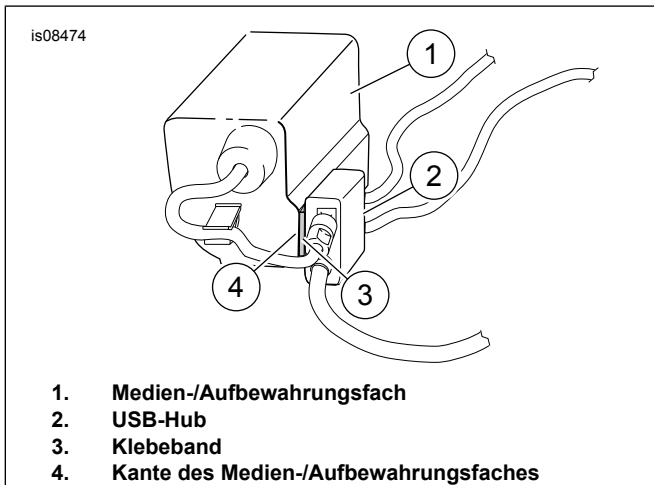

Abbildung 3. Einbau des USB-Hubs
5. USB-Hub (1, Abbildung 3 ) so ansetzen, dass es sich an der Kante des Medien-/Aufbewahrungsfachs (4) befindet. Wie dargestellt. Montagefläche mit einer Mischung von 50–70 % Isopropylalkohol und 30–50 % destilliertem Wasser reinigen. Vollständig trocknen lassen. Den Papierschutzstreifen vom Klebeband (3) abziehen. Kräftig andrücken und festhalten, um USB-Hub zu befestigen.